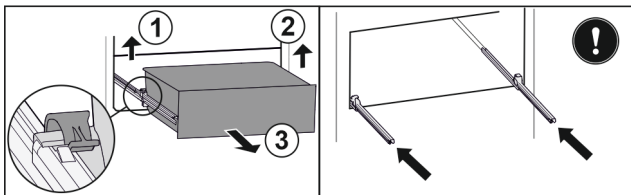

Fig. 120
- ▶ Повдигнете лявата скоба и едновременно с това изтеглете напред чекмеджето отляво. Fig. 120 (1)
- ▶ Повдигнете дясната скоба и едновременно с това изтеглете напред чекмеджето отдясно. Fig. 120 (2)
- ▶ Извадете чекмеджето напред. Fig. 120 (3)